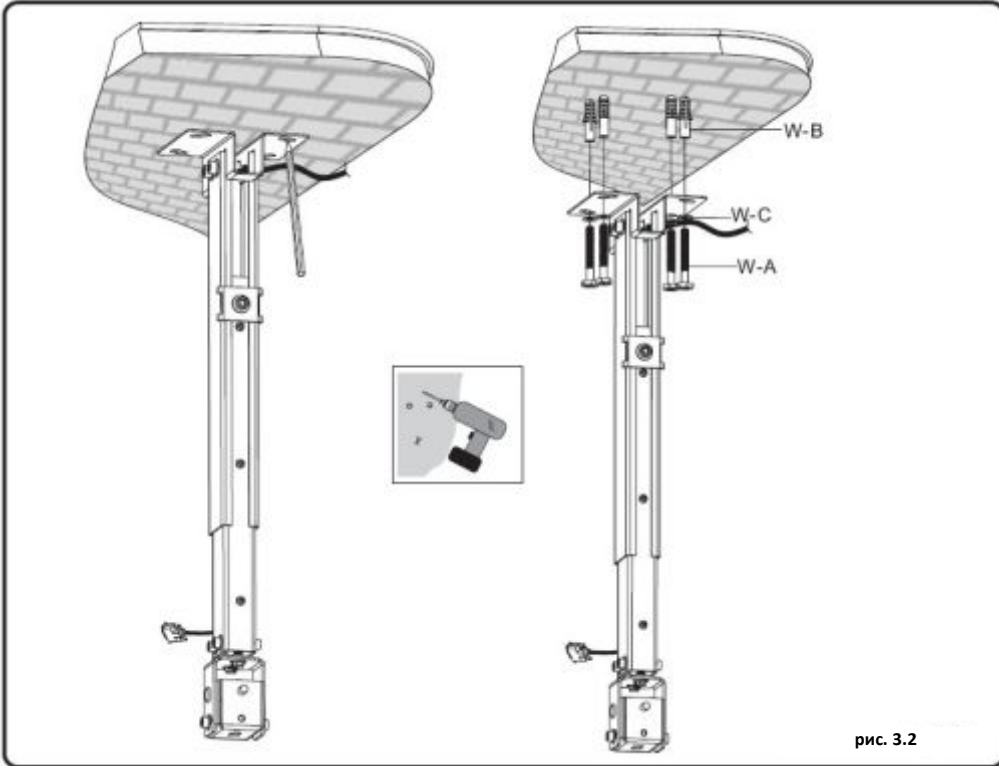

рис. 3.2
- Используя потолочную пластину в качестве шаблона отметить на потолке положение четырех винтов, как показано на рис. 3.2.
- Выполнить предварительное высверливание этих отверстий, используя сверло 10 мм на глубину не менее 60 мм. • Вставить анкерный болт (W-B) в каждое из этих отверстий. Закрепить потолочную пластину к потолку, используя четыре болта (W-A) с четырьмя шайбами (W-C), как показано на рис. 3.2.